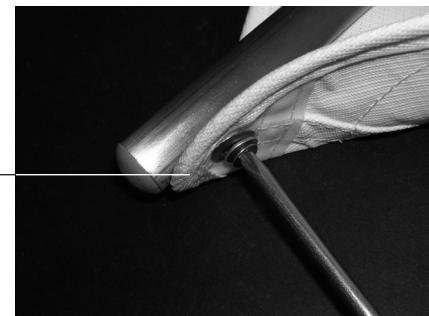

Fig. 18
- B02 Avvitare l'estremità della vela [03-A] al palo [01] con vite [21] e rondella [22] (vedi fig. 18).